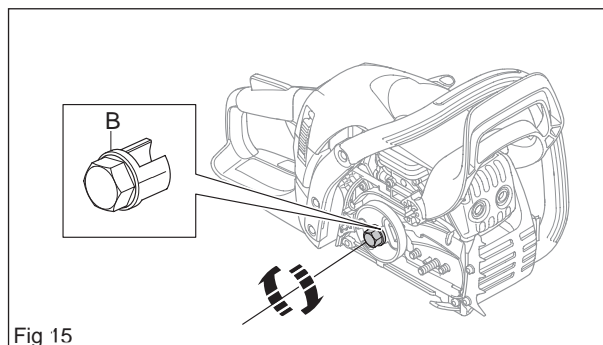

Fig 15
Déposer l'embrayage à l'aide de l'outil 502 54 16-03 (B) et d'une clé universelle appropriée. Tourner l'embrayage dans le sens des aiguilles d'une montre pour le détacher (voir la figure 15).